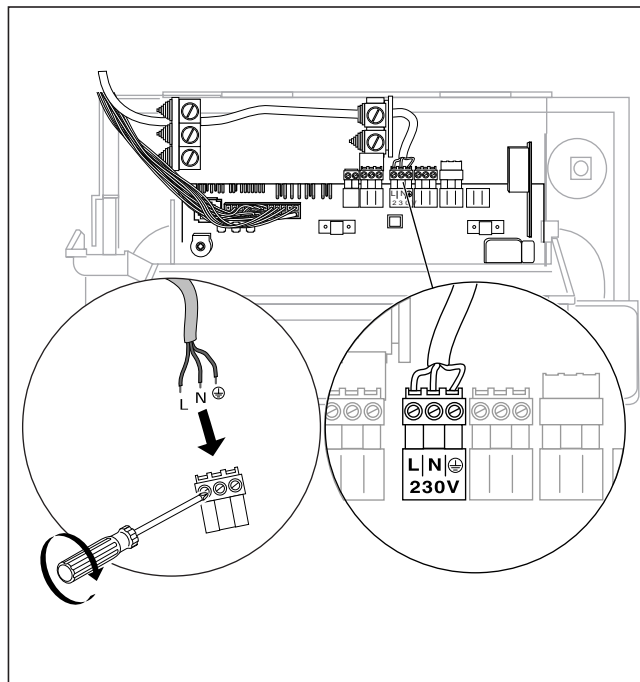

Fig. 4.4 Branșarea cablului de rețea
Cablurile de rețea și celelalte cabluri de conectare (de ex. pompa de circulație etc.) pot fi legate la fiecare fișă a sistemului Pro E special prevăzută (vezi fig. 4.4). Cablurile de rețea și cele de tensiune scăzută (de ex. conductorii senzoriali) vor fi pozate cu distanțare reciprocă.
- Conectați fix cablul de rețea la fișa Pro E (vezi fig. 4.4 și 4.5).